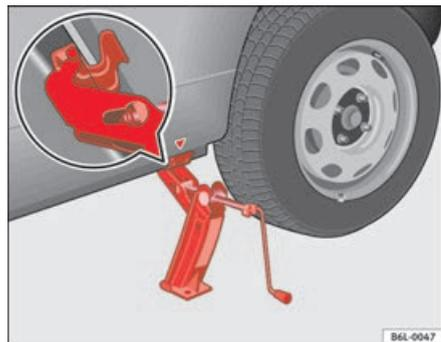

Fig. 144 Posizionamento del cric
- Applicare il cric in modo che la staffa faccia presa in corrispondenza della nervatura del montante inferiore e che la base mobile appoggi bene a terra ⇒ fig. 144.